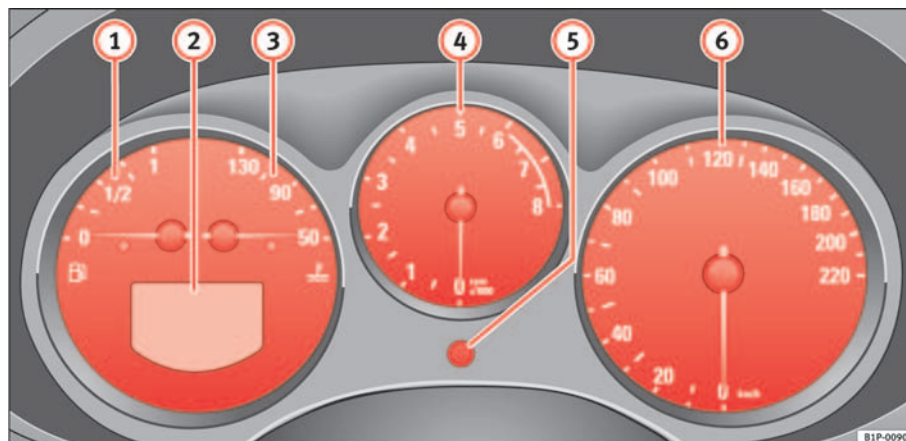

Fig. 33 Detalle del tablero de instrumentos: cuadro de instrumentos
El principio de la zona roja $\Rightarrow$ [página 58, fig. 33 !\[\]\(edd6a0397317fe520f097f6fe8bfc3da_img.jpg\) indica el régimen máximo de revoluciones del motor funcionando a temperatura de servicio. Antes de alcanzar dicha zona se debe cambiar a una marcha más larga, colocar la palanca selectora en D o levantar el pie del acelerador.](#)
- Para ajustar las horas, gire el botón $\Rightarrow$ [página 58, fig. 33 !\[\]\(4094567f8423894cde73dc78b76bc119_img.jpg\) hacia la izquierda hasta el tope. Si gira el botón brevemente hacia la izquierda, se avanza una hora.](#)
El contador derecho registra los recorridos cortos. La última posición indica tramos de 100 m. El contador para recorridos cortos puede ponerse a cero presionando el botón de puesta a cero ⇒ página 58, fig. 33 ⑤.